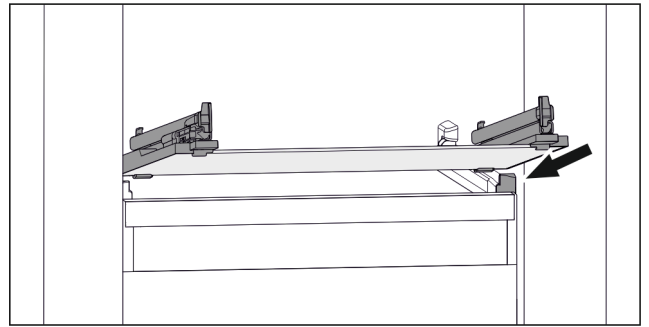

Fig. 75 Приблизне відображення скляної пластини
- ▶ Встановити скляну пластину за стопорами навкоси. (див. Fig. 75)